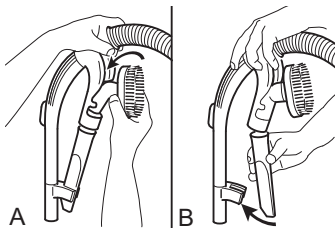

Abb. 10
- Stecken Sie die 2 in 1-Kombidüse in die Zubehörhalterung (Abb. 10/A).
- Stecken Sie die Fugendüse auf die Zubehörhalterung und klappen Sie sie an, bis sie hör- und spürbar einrastet (Abb. 10/B).